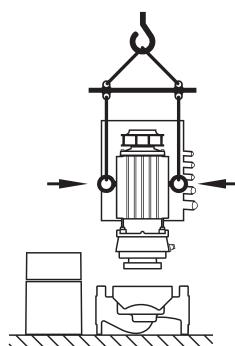

Fig. 9: Transport av motorn
- Om transportöglorna har tagits bort från motorflänsen och monterats på motorhuset får de endast användas för att lyfta och transportera instickssatsen (fig. 9) och inte för att transportera hela pumpen eller för att lossa instickssatsen från pumphuset.